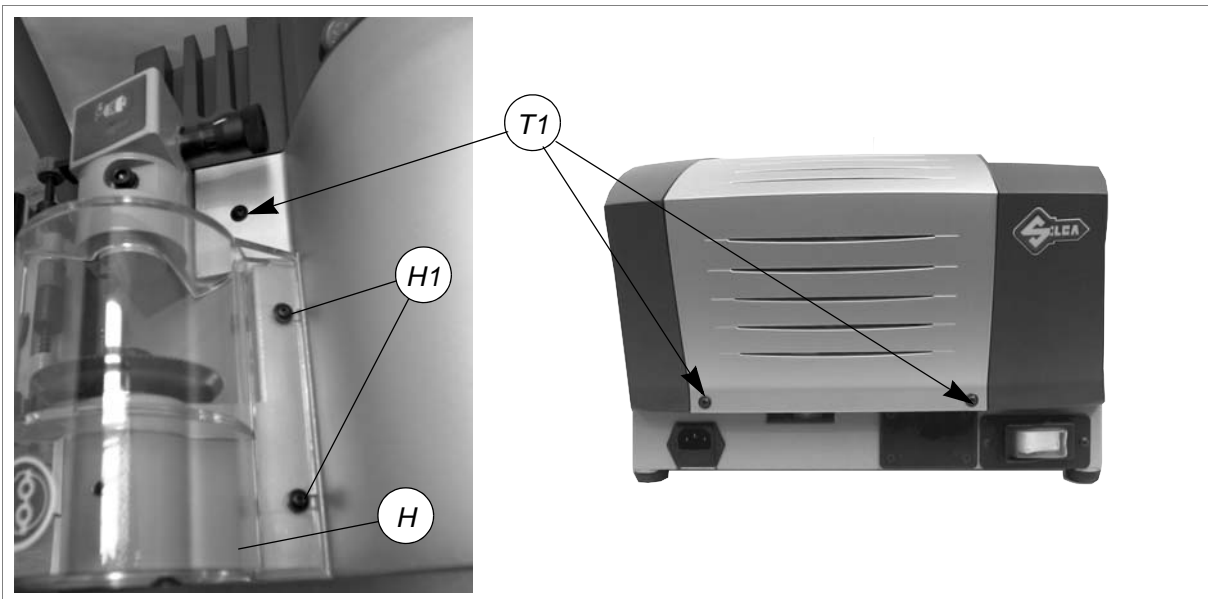

Fig. 29
- 2) Destornillar los 2 tornillos (H1) del cárter fresa (H), sacándolo (fig.29).
- 3) Destornillar los 3 tornillos (T1) del cárter central (fig.29), levantarlo ligeramente y sacarlo inclinándolo un poco.
- 2) Destornillar los 2 tornillos (H1) del cárter fresa (H), sacándolo (fig. 29, pág. 24).
- 7) Colocar el cárter central fijándolo con los 3 tornillos (T1) (fig. 29, pág. 24).
- 5) Destornillar los 2 tornillos (H1) del cárter fresa (H), sacándolo (fig. 29, pág. 24).
- 6) Destornillar los 3 tornillos (T1) del cárter central, levantándolo ligeramente y sacarlo inclinándolo un poco (fig.29).
- 17) Colocar el cárter central fijándolo con los 3 tornillos (T1) (fig. 29, pág. 24).
- 18) Colocar el cárter fresa fijándolo con los 2 tornillos (H1) (fig.29).